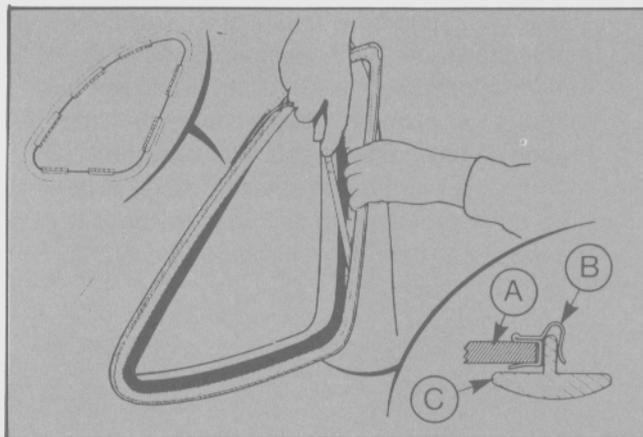

Fig. 21 - Extracción de la moldura exterior.
– Retirar la moldura exterior del cristal. Al realizar esta operación, tener sumo cuidado de no dañar el cristal y/o la carrocería (Fig. 21).